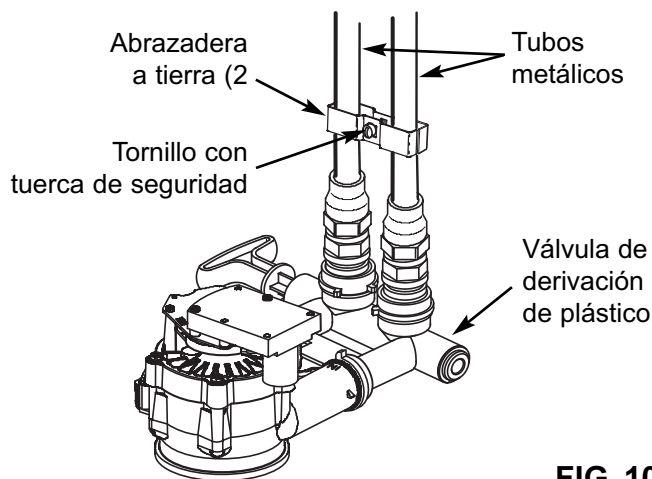

FIG. 10
2. Fije firmemente la conexión en el centro de la abrazadera metálica a tierra (Vea la Fig. 10).